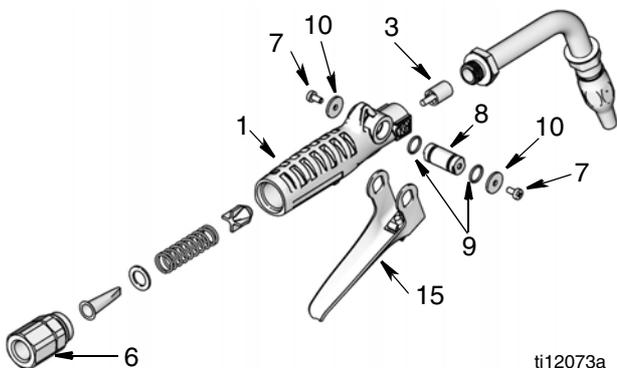

FIG. 3
2. Si está reemplazando los sellos (9), la leva (8) o la barra de empuje (3), remueva el giratorio (6) y remueva las partes internas. **Debe desmontar la leva para poder sacar la barra de empuje del extremo de la válvula.**
3. Saque los tornillos (7) y arandelas (10) y quite el gatillo (15).
4. Empuje la leva (8) fuera de la manija de la válvula (1).
5. Reemplace los sellos (9) y/o leva (8).
7. Vuelva a armar las piezas internas. Consulte la FIG. 3 para ver el orden de instalación correcta y la orientación de las piezas.
8. Lubrique la leva (8) y deslícela en la manija de la válvula (1), asegúrese que la ranura esté orientada como se muestra en la FIG. 3, con el extremo grande de la barra de empuje (3) descansando en la ranura de la leva.
9. Vuelva a colocar los tornillos (7) y los sellos (9). Apriete los tornillos a un par de 15 -25 in-lb (1,7 a 2,8 N•m).
10. Cambie la pieza giratoria (6). Apriete a un par de 15-20 ft-lb (20-27 N.m).